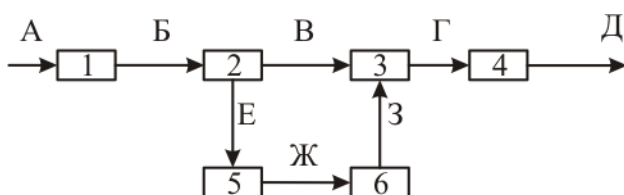

Рисунок 7.2 – Функциональная схема электропривода вентилятора
**Задача 24.** Основными элементами электропривода вентилятора (рисунок 7.2) являются: аппарат защиты от токов короткого замыкания (1), вводное коммутационное устройство (2), силовые контакты магнитного пускателя (3), электродвигатель (4), устройство дистанционного включения и отключения электропривода (5), катушка магнитного пускателя (6).